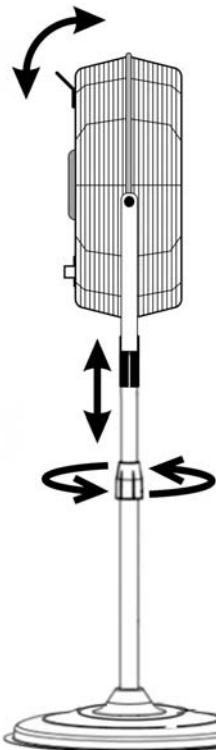

Fig. 3
- En el modelo TURBO-455 CN PLUS, también podrá ajustar la altura del ventilador, aflojando la tuerca de ajuste de altura, ubicada en el medio del tubo telescopico (Fig.3).
- On the TURBO-455 CN PLUS model, you can also adjust the height of the fan, by loosening the height adjustment nut, located in the middle of the telescopic tube (Fig.3).